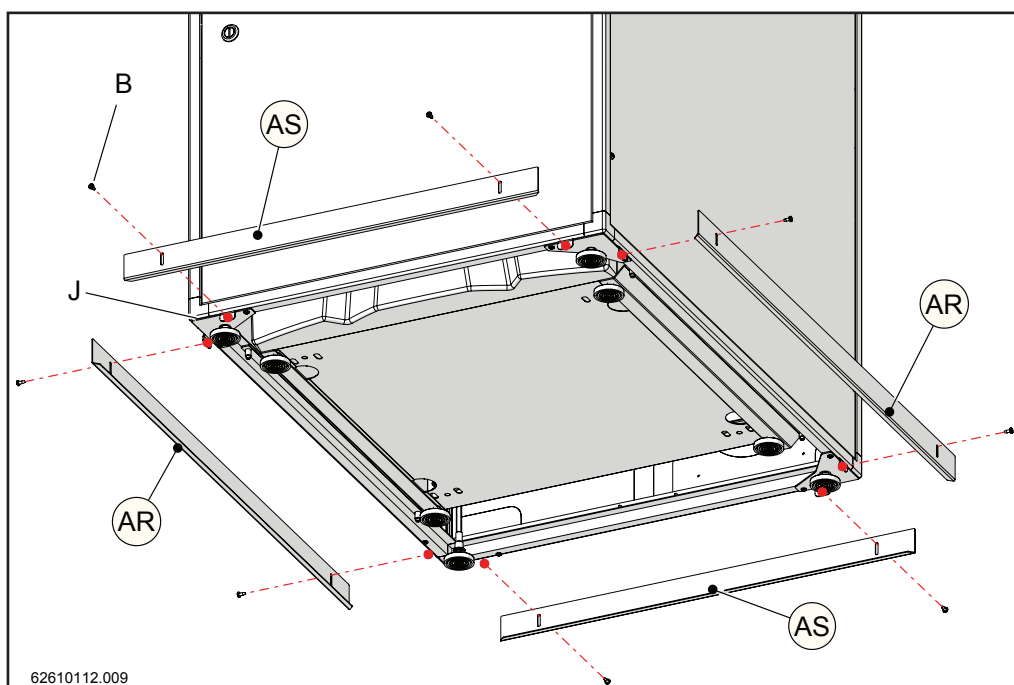

Figura 12-31
15.- Fissare, infine, le lamiere (AR) e (AS), tramite le viti "B", al telaio inferiore "J", come mostrato in figura 12-31 e 12-32.